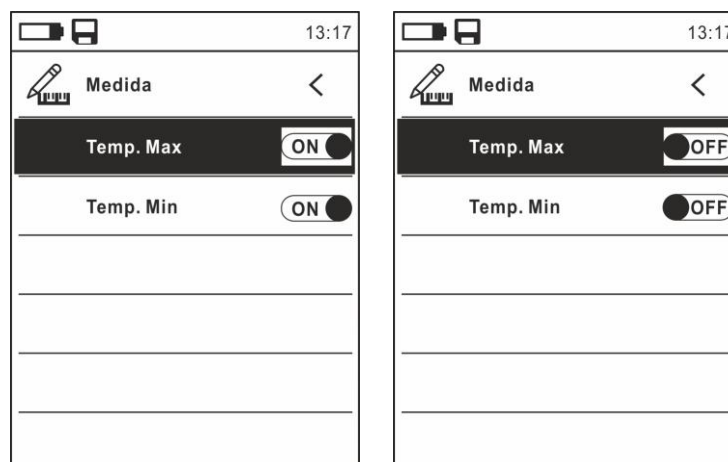

Fig. 11: Menú Medida
9. Seleccione el texto “Medida” y pulse la tecla ≡ o ► para habilitar la activación/desactivación de los cursores asociados al punto más “caliente” o más “frío” en la imagen termográfica (ver Fig. 11)